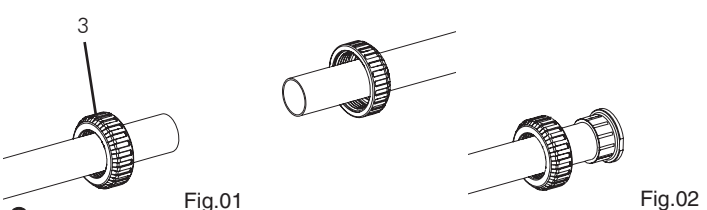

Fig.01 Adjustment and maintenance of the valve
2. Adjust the valve to the installation leaving the union nut (3) Fig.01 on the tube before gluing the end connector (5) Fig.02.
2. Assembler la vanne à l'installation en laissant l'écrou (3) Fig.01 sur le tube avant de coller le manchon (5) Fig.02.
2. Ajustar la válvula a la instalación dejando la tuerca (3) Fig.01 sobre el tubo antes de encolar el manguito (5) Fig.02.